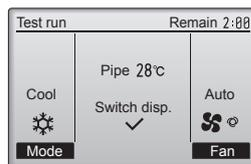

Fig. 7-5
- ① Premere il pulsante **F1** per visualizzare le modalità di funzionamento nell'ordine "Cool" (Raffred) e "Heat" (Riscald). (Fig. 7-5)